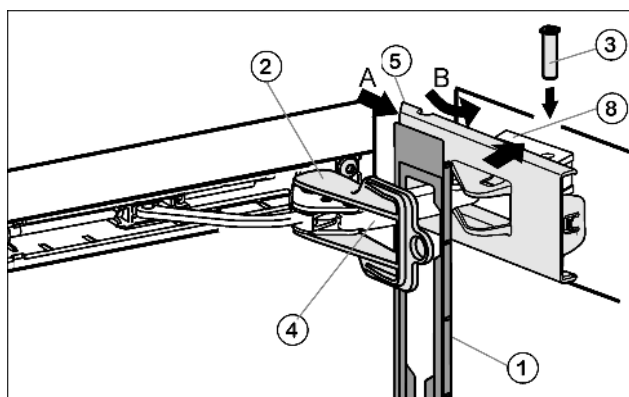

Fig. 23
- ▶ Навесьте накладку *Fig. 23 (1)* на амортизационную скобу *Fig. 23 (4)* таким образом, чтобы передние защелки показывали во внутрь, а передняя сторона была направлена к устройству.
- ▶ Отодвиньте (А) крышку *Fig. 23 (5)* снаружи и поверните (В) через опорную деталь *Fig. 23 (8)*.
- ▶ Установите крышку *Fig. 23 (5)* и защелкните ее до первого фиксатора.
- ▶ Притяните амортизационную скобу *Fig. 23 (4)* к опорной детали *Fig. 23 (8)* и сверху вставьте палец *Fig. 23 (4)* таким образом, чтобы квадратная головка сидела в углублении.
- ▶ Теперь полностью защелкните крышку *Fig. 23 (5)* на опорной детали *Fig. 23 (8)*.
- ▶ Выкрутите фиксатор *Fig. 23 (2)*.
- ▶ Защёлкните накладку *Fig. 23 (1)* на дверце.